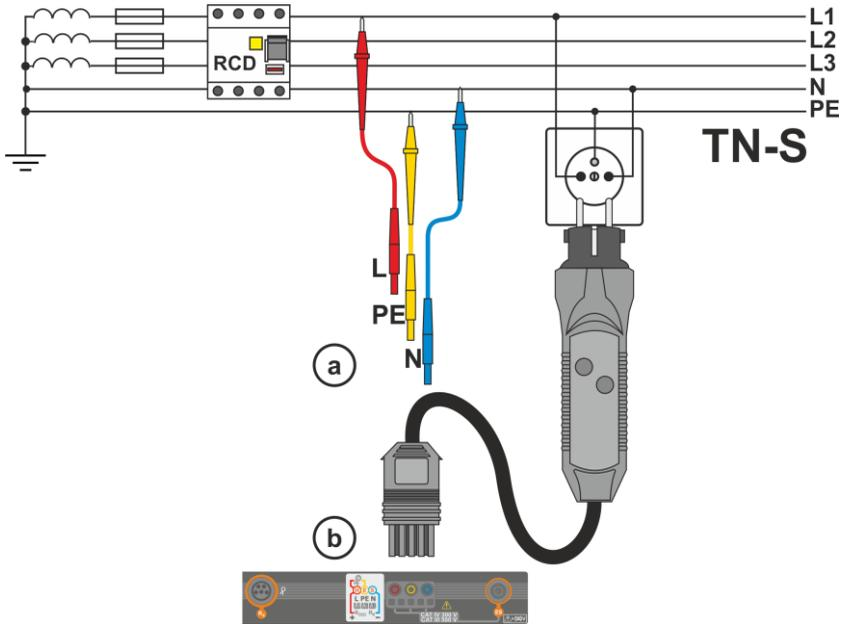
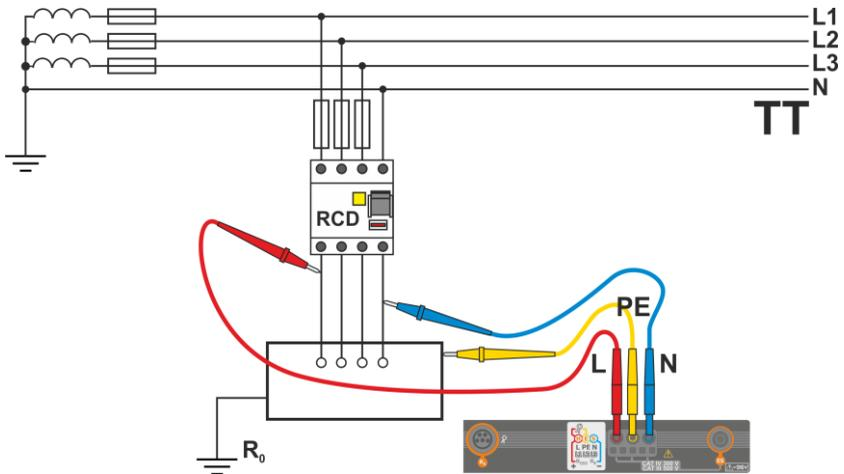
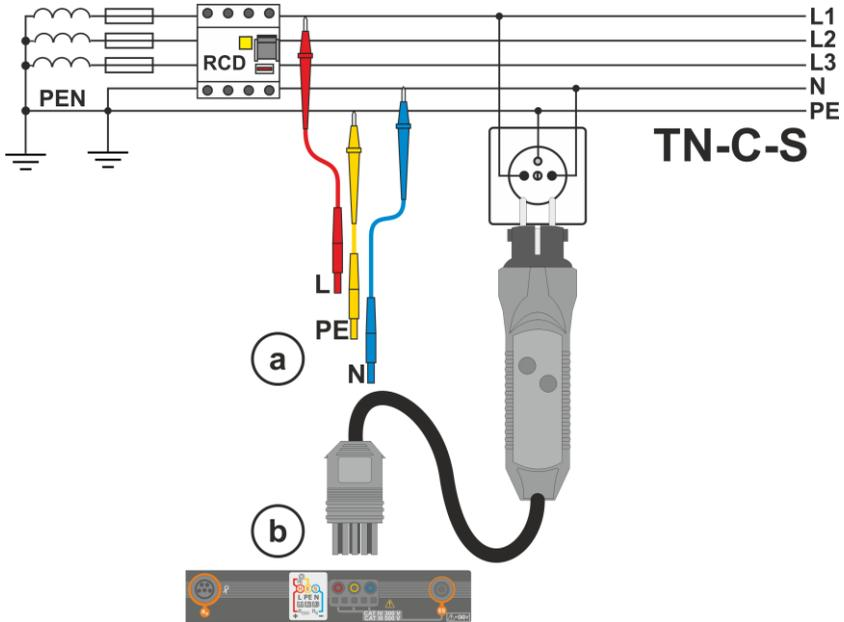

Fig. 3.3 Messung im TN-S Netz
Fig. 3.4 Messung im TT Netz
Fig. 3.5 Messung im TN-C-S Netz
- ① Schließen sie die Messleitungen gemäß der Abbildungen Fig. 3.3 , Fig. 3.4 und Fig. 3.5 an